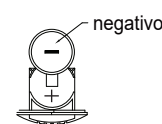

fig. 2
- Inserire la batteria CR2032 nell'alloggiamento, con il polo negativo (-) rivolto verso l'esterno (fig. 2).
Attenzione: il punto di contatto deve essere protetto da pressioni improprie; si prega di seguire le figure 2 e 3 per quanto riguarda le modalità di inserimento ed estrazione del calibro per fori. Inclinare il calibro per inserirlo nel pezzo o nell'anello di regolazione (fig. 2), far sì che il ponte di